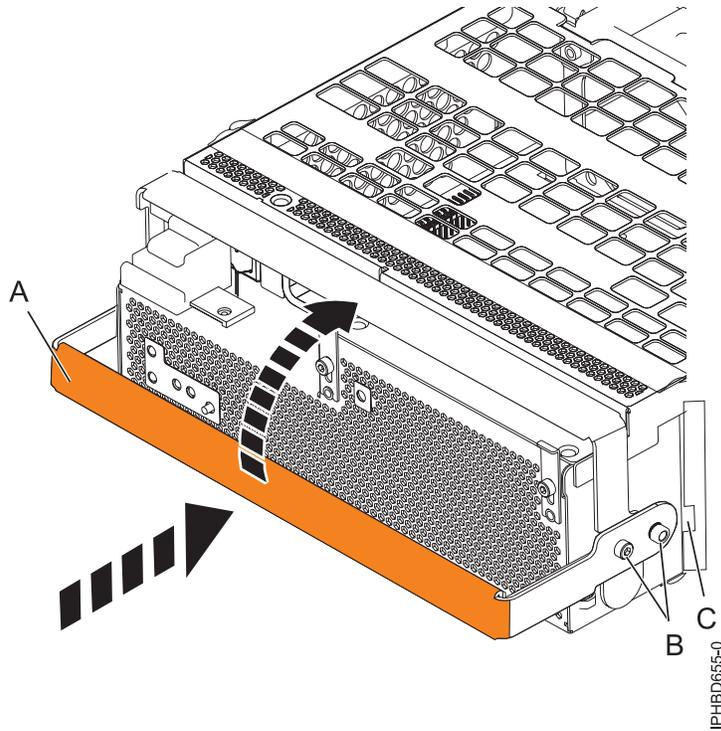

Figure 72. Remplacement d'un bloc d'alimentation
10. Pour remplacer l'alimentation électrique, avec la poignée de verrouillage **(A)** en position ouverte, insérez l'alimentation électrique dans l'unité d'extension comme indiqué à la figure 72, à la page 80.